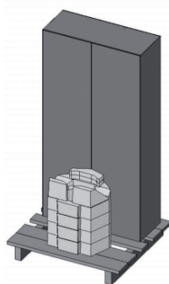

FIG. 2 - IMBALLO REFRATTARIO E SCATOLA CON FIANCHI E TOP
- Un bancale contenente le parti in refrattario Fig. 2.